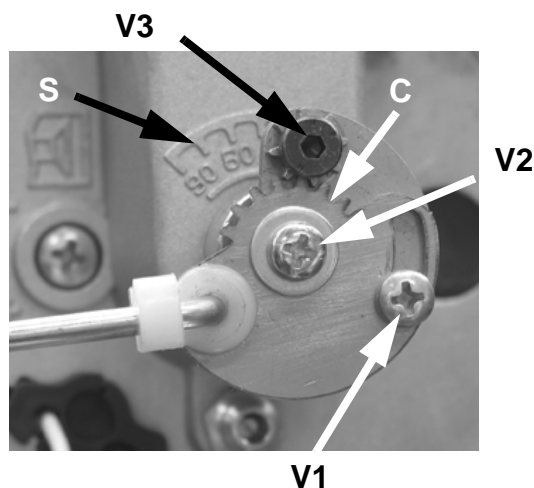

Рис. 15
- 15 При возникновении необходимости подкорректировать расход газа, отрегулированный согласно пунктов 1 и 2 этого параграфа, ослабить винт **V1** (Рис. 15) и отрегулировать угол раскрытия дроссельного клапана, вращая пластинку **C**, воздействуя на винт **V3** (вращение по часовой стрелке - для уменьшения расхода газа, а против часовой стрелки - для увеличения). Индикатор **S** указывает угол раскрытия.